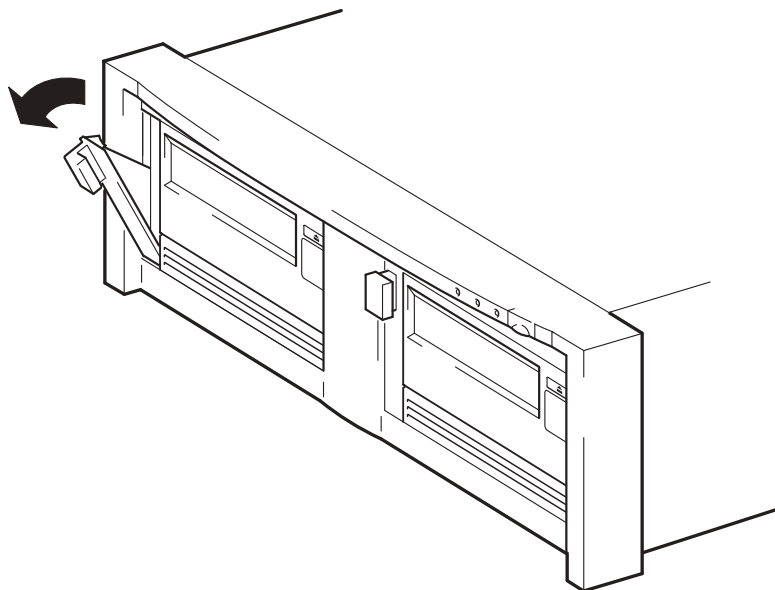

Figura 9a: puxar a alavanca de extração para fora
- 1 Puxe a alavanca de extração da unidade que deseja substituir para que fique na posição para fora. (Consulte a Figura 9a.)